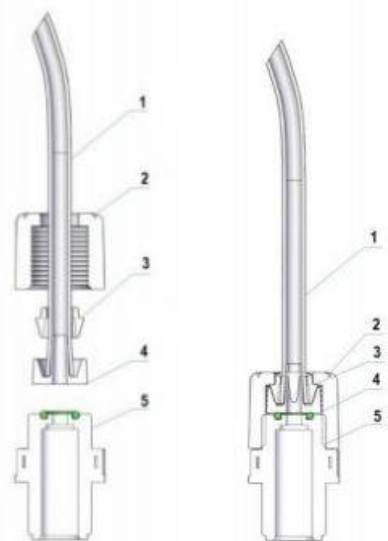

Fig.4 – Подсоединение шланга к ниппелям
1. Отсоединить пины от сетевой розетки или отключить питание двухполюсным выключателем с минимальным расстоянием между контактами 3 мм (Рис. 4)